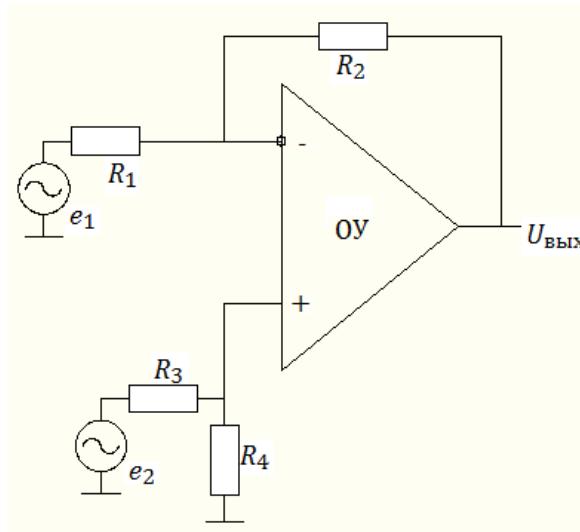

Рис. 7
6. В схеме сумматора на рис. 7 $E_{Г1} = 0,2 \text{ В}$, $E_{Г3} = 0,5 \text{ В}$, $R_1 = R_2 = R_3 = 200 \text{ Ом}$, $R_4 = 30 \text{ кОм}$, $R_5 = 50 \text{ кОм}$. Каким должно быть напряжение $E_{Г3}$, чтобы напряжение на выходе схемы было равно 12 В?
7. В схеме разностного усилителя на рис. 7 $R_1 = 1 \text{ кОм}$, $R_2 = 15 \text{ кОм}$, $R_3 = 200 \text{ Ом}$,